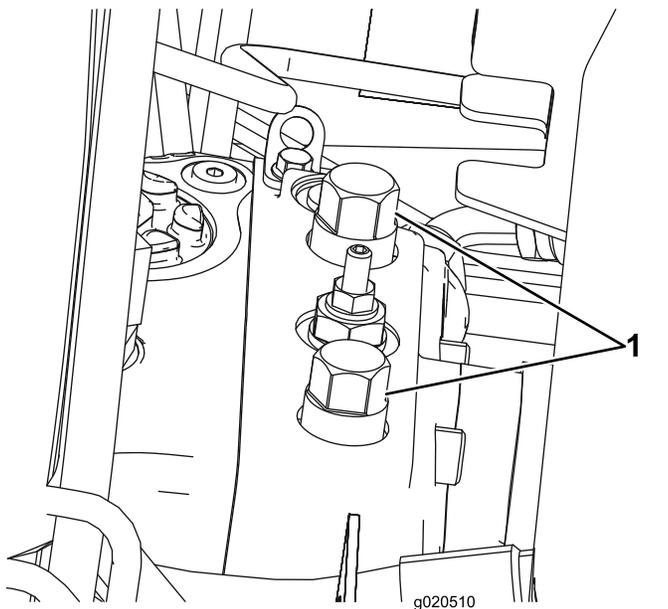

Bild 20
1. Öffnen Sie die Motorhaube und ermitteln Sie die Sicherheitsventile (Bild 20), die sich oben an der Pumpe hinter dem Batteriekasten bzw. Ablagefach befinden.